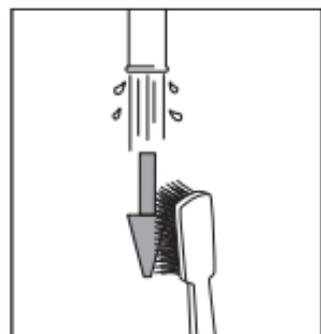

Fig. 17
- 1 Brossez tout l'extérieur des embouts d'extrémité sous l'eau courante du robinet à l'aide d'une brosse à poils doux pendant 15 secondes (Fig. 17), puis nettoyez soigneusement la partie triangulaire de l'embout d'extrémité.